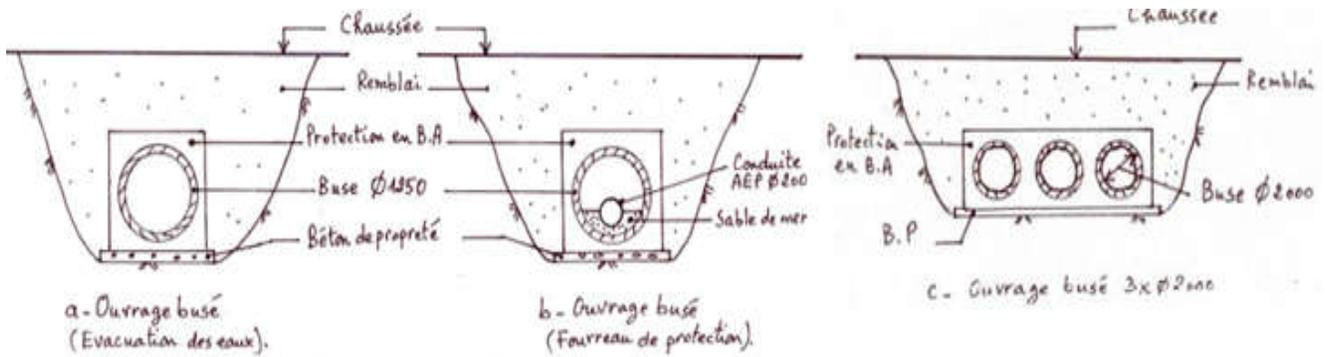
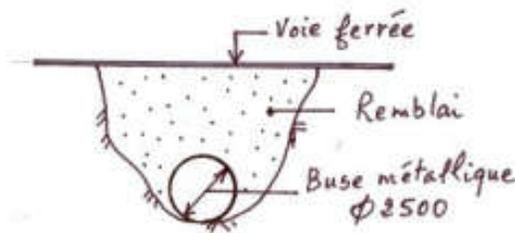

Fig. 26 Ouvrages busés en B.A.
Fig. 27 Buse métallique sous voie ferrée
4.5.6 **Pont à béquilles** : un portique ouvert est considéré comme un pont à béquilles verticale (fig. 26). Quand le pont franchit une vallée profonde. Les piles inclinées (béquilles) sont utilisées du fait que la réalisation des piles verticales devient très coûteuse. Avec une inclinaison par rapport à la verticale aux alentours de 45°. Les béquilles sont généralement articulées sur leurs fondations, elles supportent le tablier et le divisent en 3 travées. La hauteur de section de la pile est variable (fig. 27).